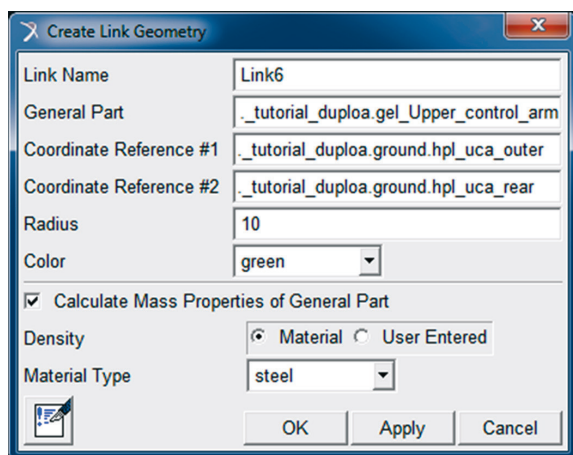

Figura 5.44 – Criação do *Link 6*, associado ao General Part criado na Etapa 8.
- Repita o procedimento para o *Link 6*, preencha a janela *Create Link Geometry* de acordo com o especificado na Figura 5.44.